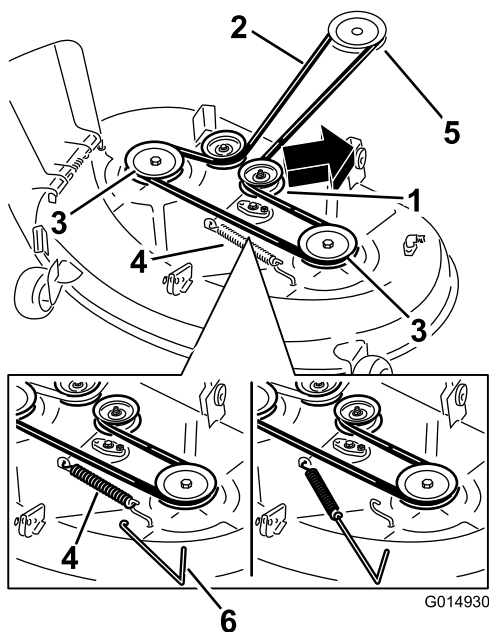

Figura 69
5. Servendovi di un attrezzo per la rimozione delle molle (n. cat. Toro 92-5771), sganciate la molla di rinvio dal gancio del piatto di taglio per eliminare la tensione dalla puleggia tendicinghia e togliete la cinghia dalle pulegge (Figura 69).
6. Montate la nuova cinghia attorno alla puleggia del motore e a quelle del tosaerba (Figura 69).
7. Servendovi di un attrezzo per la rimozione delle molle, agganciate la molla di rinvio al gancio del piatto di taglio per mettere in tensione la puleggia tendicinghia e la cinghia (Figura 69).